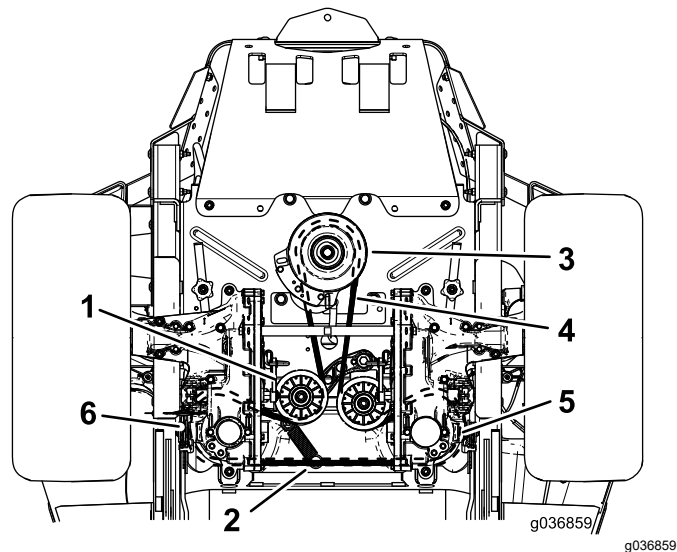

Figura 64
6. Staccate la molla di tensione dal perno di ancoraggio (Figura 64).
8. Installate la nuova cinghia attorno alla puleggia del motore e alle 2 pulegge della pompa idraulica (Figura 64).